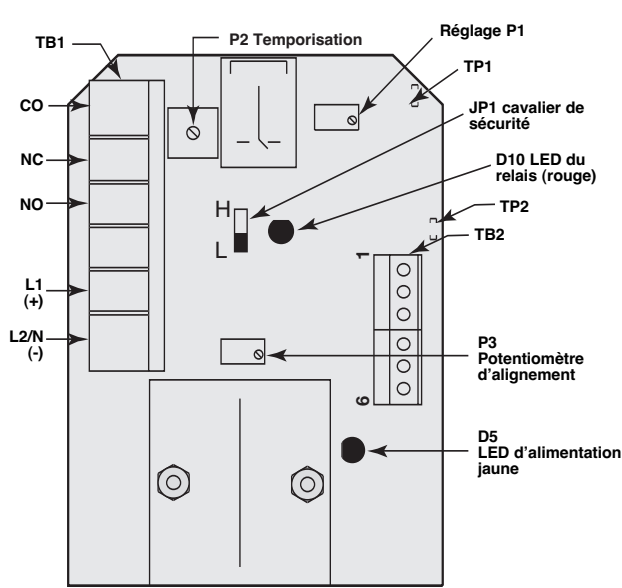

Figure 5A
4. Connecter les câbles d'alimentation aux bornes correctes du bornier noir. Voir la **figure 5a (TDF - zone 1)**, **5b (TDF - zone 0)** ou **5c (TSF)**.